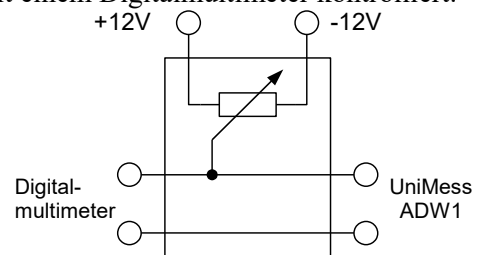

Abb. 1: Potentiometer
- 3.1 Stecken Sie das Potentiometer in die Buchsen des ADW1 am UniMess, und verbinden Sie die beiden oberen Klemmen mit den Hilfsspannungen -12 V bzw. +12 V (siehe auch Abb. 1). Schließen Sie an die anderen Klemmen das Digital-Multimeter (Messbereich 20V) an.